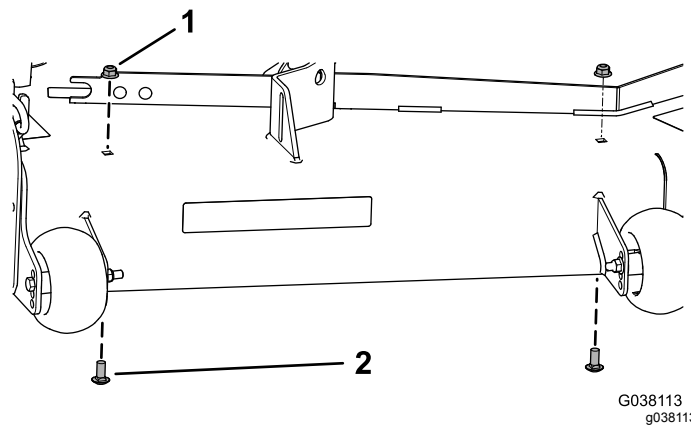

図 15
- デッキから既存のフランジナット $\frac{3}{8}$ "2個とキャリッジボルト $\frac{3}{8} \times \frac{7}{8}$ 2本を外す図 15。